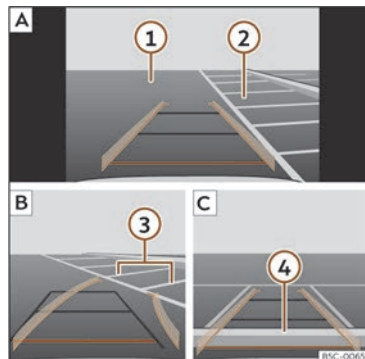

Fig. 190 Affichage à l'écran du système d'infodivertissement : stationner avec l'assistant de marche arrière.
Légende de la **fig. 190** :
- Placez le véhicule en face de la place de stationnement >>> **fig. 190** ② [A].
- Reculez en tournant le volant afin que les lignes jaunes pénètrent dans la place de stationnement. Les lignes vertes et jaunes doivent correspondre aux lignes de délimitation latérales ③ [B].
- Arrêtez le véhicule lorsque la ligne rouge a atteint la limite arrière ④ [C].